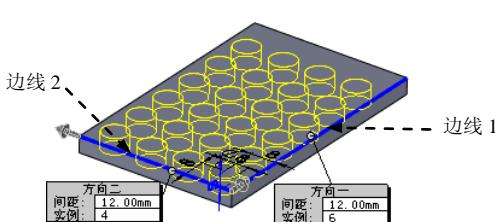

图 5.19.3 定义阵列参数
(1) 定义方向 1 参考边线。单击以激活 **方向 1(1)** 区域中的  文本框，选取如图 5.19.3 所示的边线 1 为方向 1 的参考边线。
(2) 定义方向 1 参数。在 **方向 1(1)** 区域的 **D₁** 文本框中输入数值 12.00；在 **#** 文本框中输入数值 6。
(3) 选择方向 2 参考边线。单击以激活 **方向 2(2)** 区域中 **参照** 按钮后的文本框，选取如图 5.19.3 所示的边线 2 为方向 2 的参考边线，然后单击 **OK** 按钮。
(4) 定义方向 2 参数。在 **方向 2(2)** 区域的 **D₂** 文本框中输入数值 12.00；在 **#** 文本框中输入数值 4。